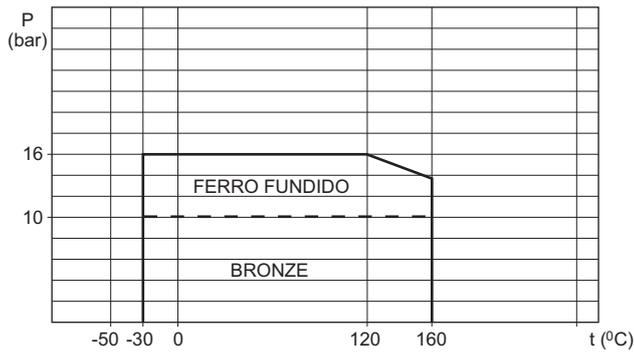

Fig. 01
- Verifique sempre a velocidade periférica (vide item 7.4) e a pressão de recalque (vide diagrama, fig. 01 e 02).